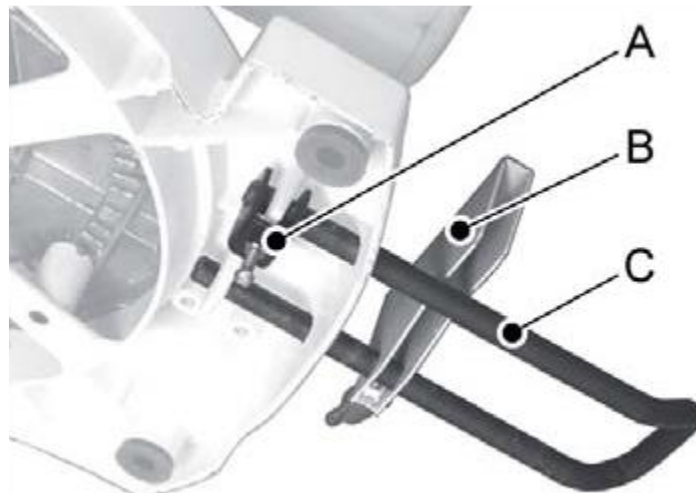

Рис. 3 Монтаж удлинений стола
- Установите ограничитель по длине (B) Рис. 3 на правой или левой стороне.
- Закрепите удлинения стола (C) Рис. 3 с помощью металлических скоб (A) Рис. 3 на цоколе станка.